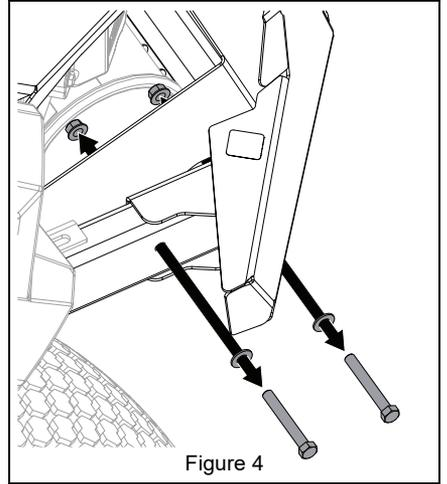

Figure 4
1. Retirer deux boulons à six pans, deux rondelles et deux écrous auto freinants sur chaque coin du pare-choc. Mettre de côté les boulons à six pans et les rondelles. Mettre au rebut les écrous auto freinants. Voir Figure 4.